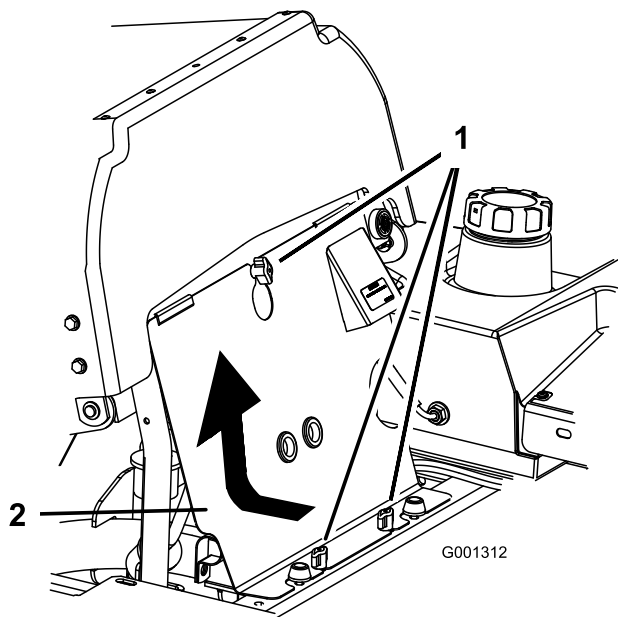

Figure 66
3. Desserrez les boutons du panneau du moteur et déposez le panneau (Figure 66).